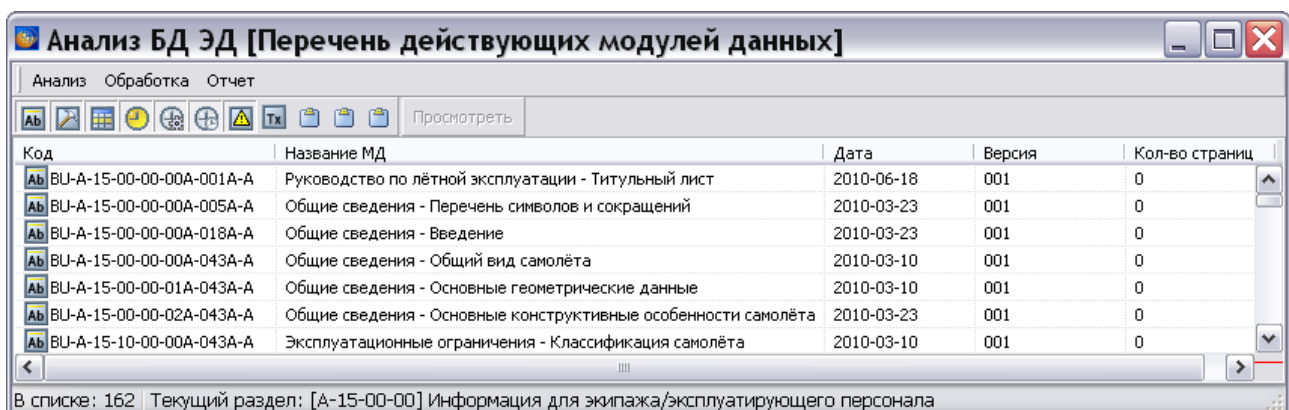

Рис. 21.187
6. Нажмите на кнопку **Произвести Анализ**. В окне **Анализ БД ЭД** появятся результаты анализа (Рис. 21.187).